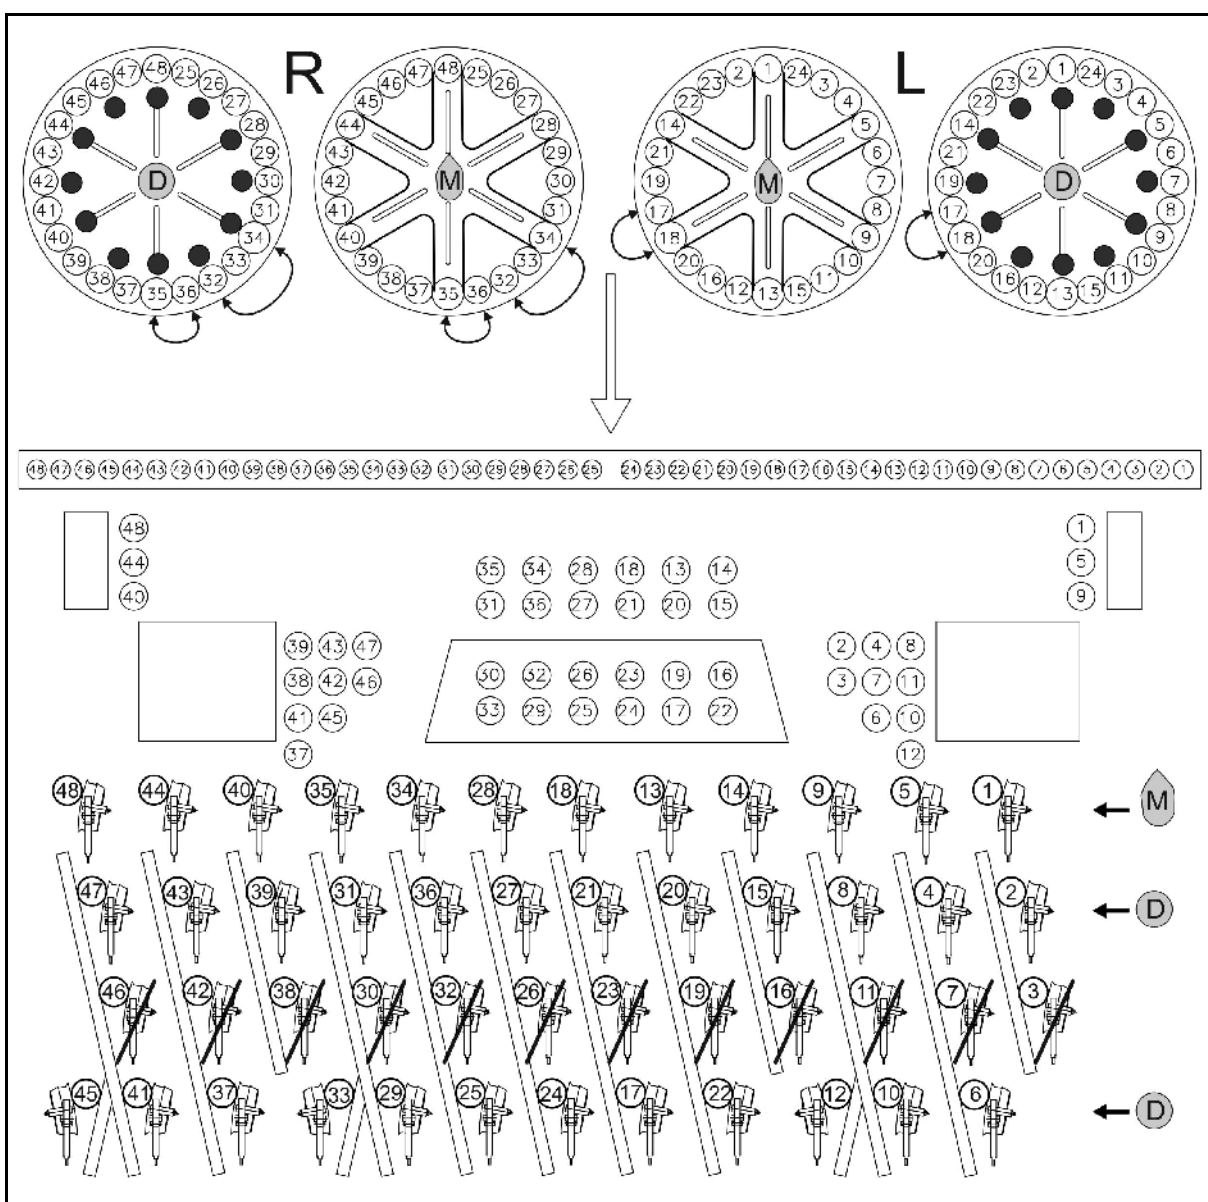

Рис. 35
- Кукуруза **M**: установите заслонки согласно Рис. 35 montieren.
- Удобрения **D**: установите заглушки согласно Рис. 35.